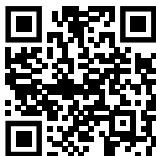

Fig. 181
- Abrir el Liebherr SmartMonitoring Dashboard. (consulte Fig. 181).